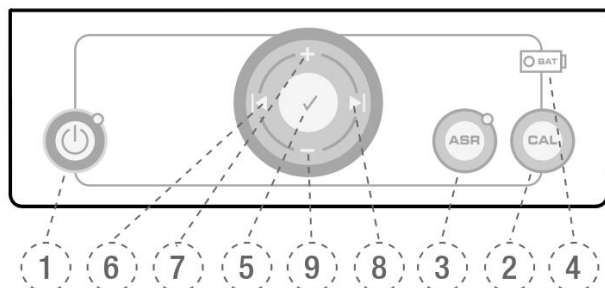

Fig. 4 Panel de teclado
- para operar el micromotor, también existe la posibilidad de pulsar y mantener presionada la tecla **CONFIRMAR**  (5), Fig. 4 durante 1,5 segundos. El micromotor puede ser detenido pulsando una tecla cualquiera o el pedal. Cuando se pulsa la tecla **CONFIRMAR** , el micromotor se detiene automáticamente después de 5 minutos sin uso para conservar la carga de la batería.
Pulse la tecla **ON/OFF** para desconectar el aparato. El LED de la batería (4), Fig. 4 no se encenderá, a menos que la batería se esté cargando.
- Mantenga presionada la tecla **CAL** (2), Fig. 4.